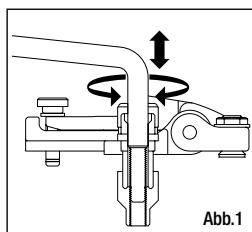
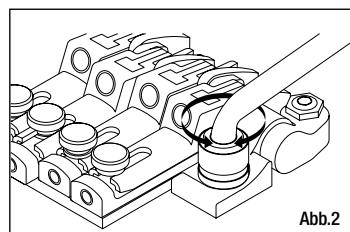

Abb.1
Abb.2
Der Tight-Tune-Saitenhalter ist mit einer Kugelenden-Verriegelungsfunktion ausgestattet, durch die das Kugelende sich beim Saitenwechsel nicht vom Saitenhalter lösen kann. Beim Einfädeln der Saite stecken Sie das Kugelende in den Schlitz am Saitenhalter, wie in Abb. 1 gezeigt. Die Saite kann einfach herausgenommen werden, indem sie in die in Abb. 2 gezeigte Richtung gezogen wird.
- 1). Drehen Sie den Arm zur Einstellung auf die gewünschte Höhe. Die Armdrehkraft wird durch die Festigkeit der Schraubenkappe eingestellt. Zum Entfernen des Arms lösen Sie die Schraubenkappe und drehen Sie den Arm gegen den Uhrzeigersinn (Abb. 2).